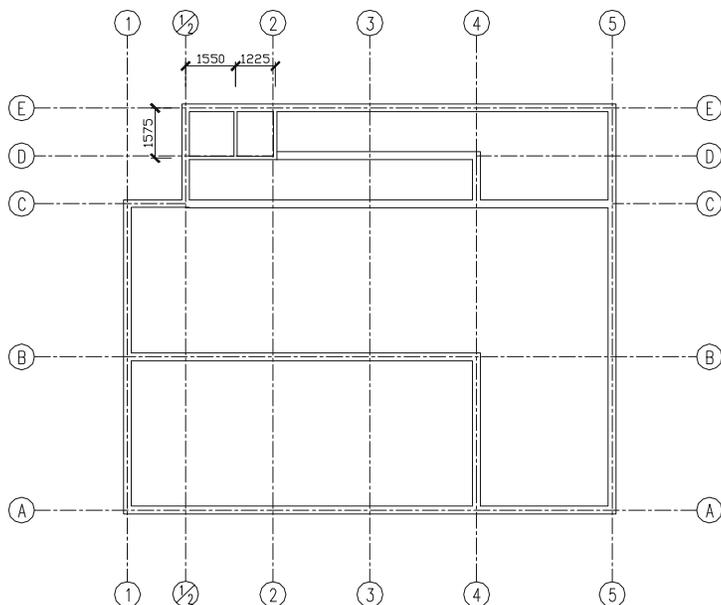

图 9-1-13
(2) 按照前面绘制内墙线的方法，用 OFFSET 命令将 L1、L2、L3 分别向两侧偏移 50，得到墙体双线宽为 100，然后用 TRIM 修剪命令将其不需要的线段修剪掉，绘制好的图形如图 9-1-13 所示。